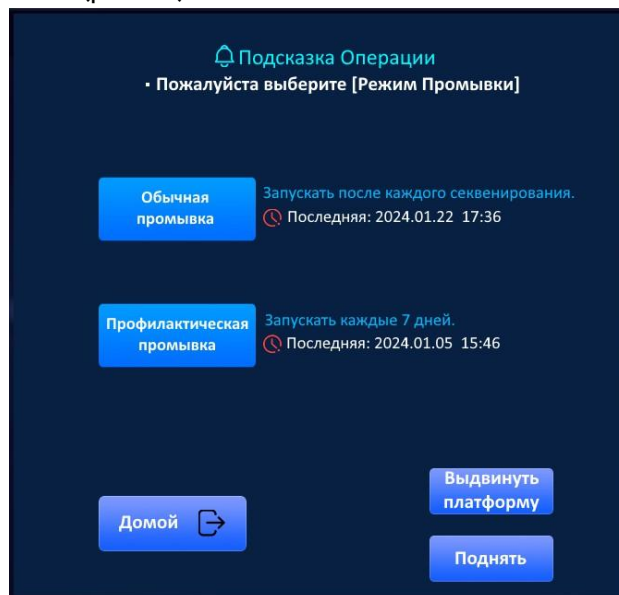

Рисунок 44. Интерфейс выбора режима промывки:
- ◆ Выберите режим промывки (рис. 44) в зависимости от обстоятельств.